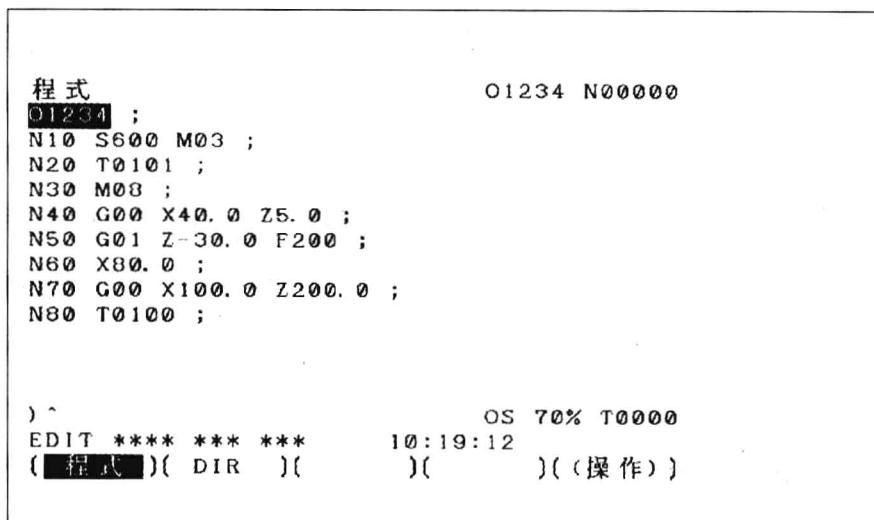

图 1-9 程序编辑画面
4) 按下系统面板上的插入键 ，这时程序屏幕上显示新建立的程序名，接下来可以输入程序内容，如图 1-9 所示。